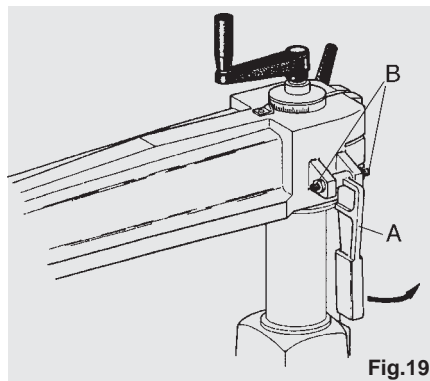

Fig.19
Håndtaget (A) monteres mellem stifterne (B) som vist i fig. 19. Det skal dog ikke spændes helt fast før vinklen mellem armen og stoplisten er blevet indstillet.